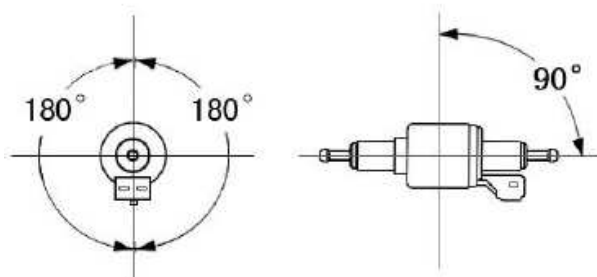

Рис. 13
4.4.3.2 Направление установки топливного насоса показано на Рис. 13. При установке топливного насоса используйте держатель, поставляемый вместе с печкой, для прочного крепления насоса. Насос фиксируется при помощи амортизирующего уплотнения.